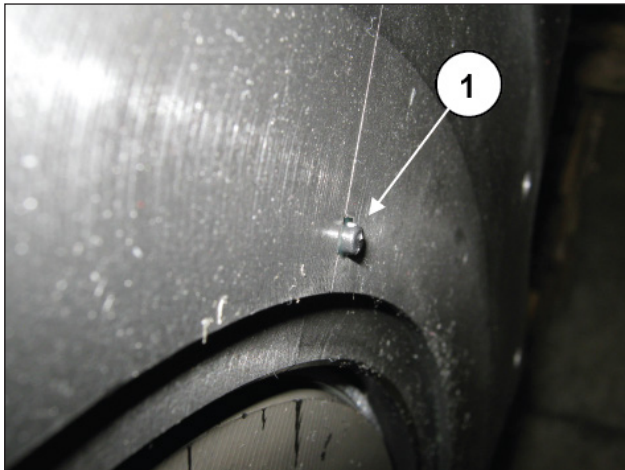

Abb. 115
Setzen Sie den radialen Dichtring in den Zapfwellen-Lagerdeckel ein (Pos. ①, Abb. 115).